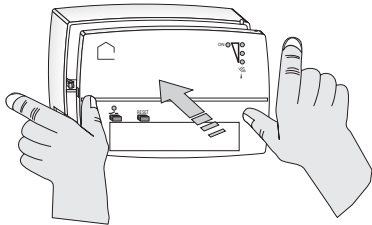
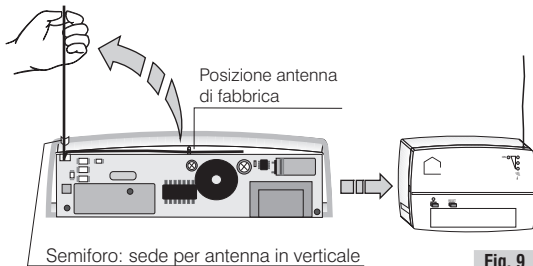

Fig. 8
Fig. 9
- Richiudere con attenzione il ricevitore (fig. 8 - fig. 9).